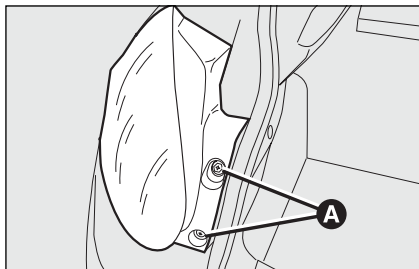

fig. 27
- open de achterklep en draai de twee bevestigingsschroeven **A-fig. 27** van de achterlichtunit los;